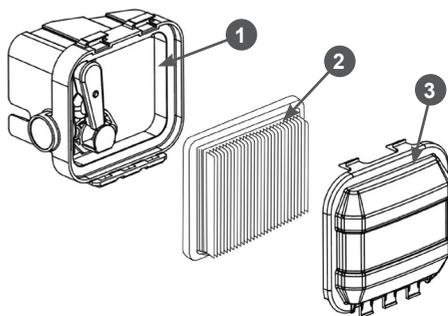

Рис. 17. Обслуживание воздушного фильтра
- Нажмите на фиксаторы и снимите крышку 3 воздушного фильтра (Рис. 17).
- Извлеките из корпуса 1 фильтрующий элемент 2 (Рис. 17).
4. Произведите очистку крышки 3 воздушного фильтра и корпуса 1, не допуская попадания пыли и грязи в карбюратор (Рис. 17).